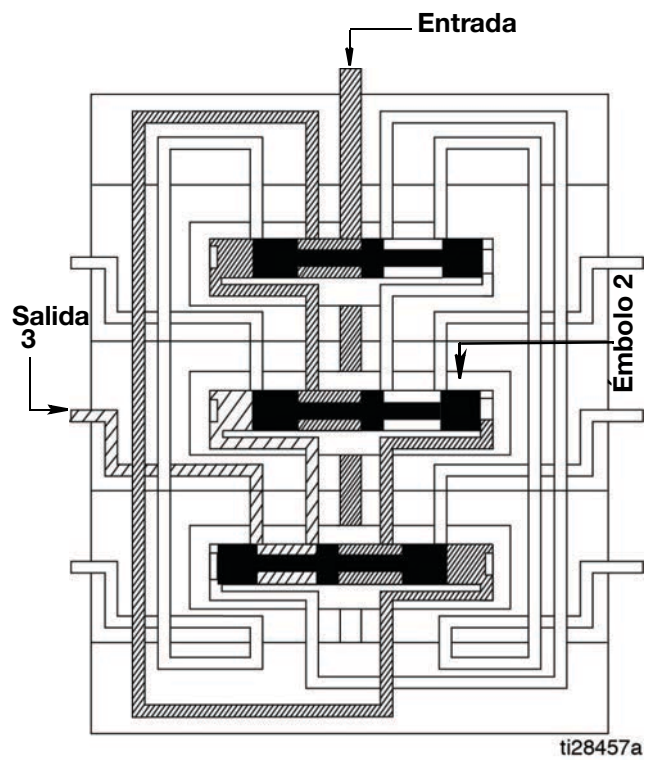

FIG. 14
2. El émbolo 2 se abre, dejando pasar lubricante hasta la salida 3 (Fig. 14).